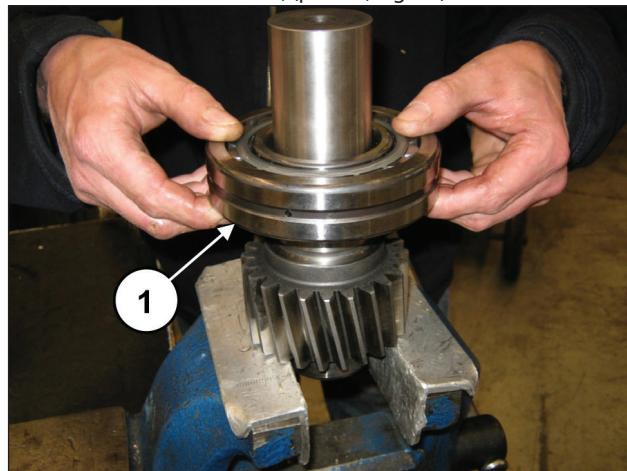
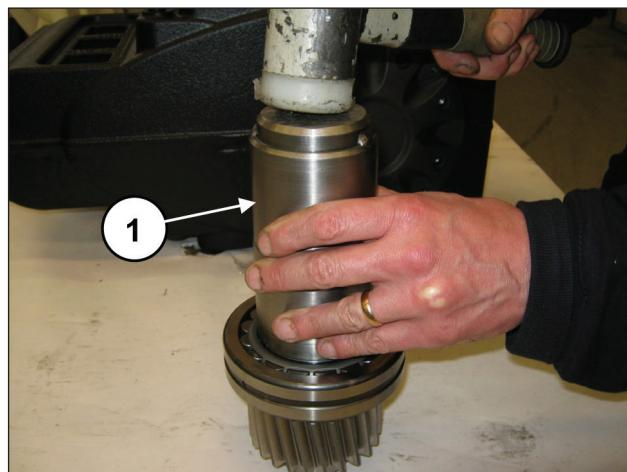

Fig. 83
Fig. 84
Desde el lado opuesto del piñón, premontar el cojinete 55x120x29 (pos. ①, Fig. 83) introduciéndolo a fondo con la herramienta cód. 27604800, (pos. ①, Fig. 84).